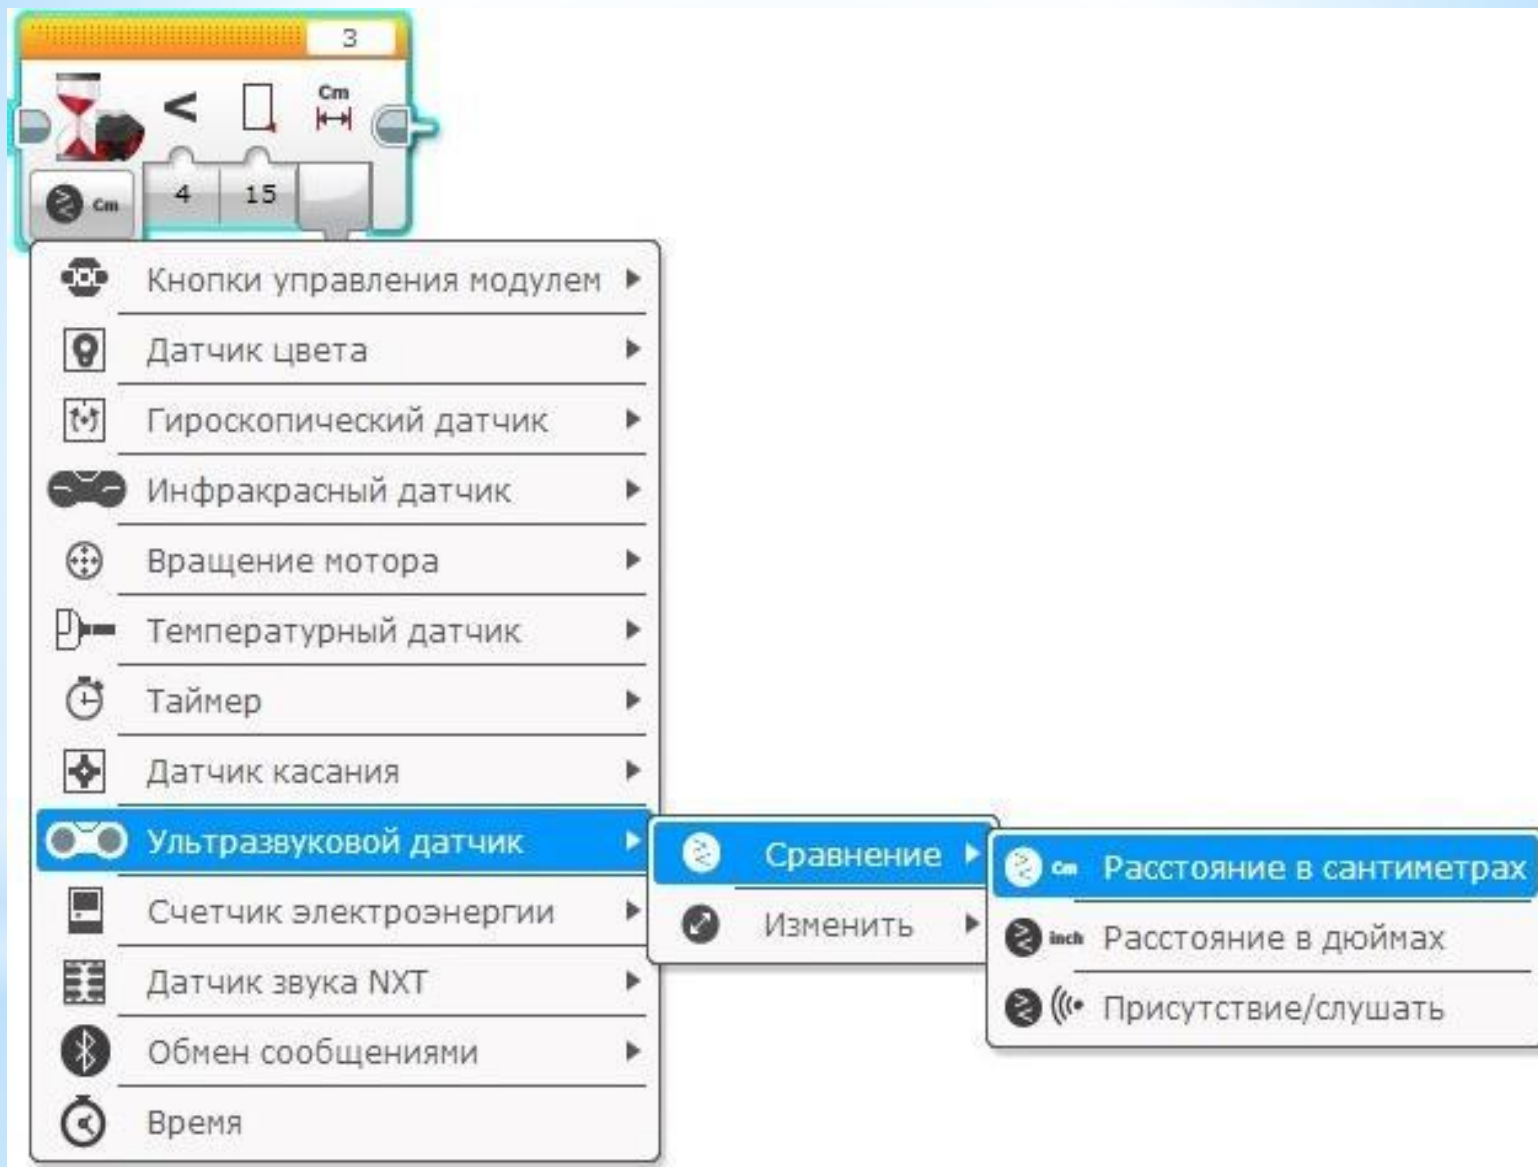

Рис. 1
- * Для решения задачи воспользуемся уже знакомым нам программным блоком "Ожидание" Оранжевой палитры, переключив его в Режим: "Ультразвуковой датчик" - "Сравнение" - "Расстояние в сантиметрах" « (Рис. 1).